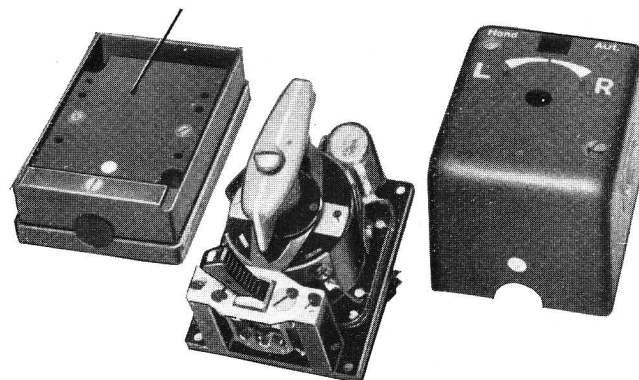

Abb. 35 Rahmensteuerschalter RSS 6, zerlegt
62. Der Rahmendrehschalter RDS 6 (vgl. Abb. 35 und 36) enthält einen 2poligen Umschalter mit 3 Stellungen, der durch eine Leichtmetallkappe abgedeckt ist. Das Kabel kann wahlweise von hinten oder von der Seite eingeführt werden.